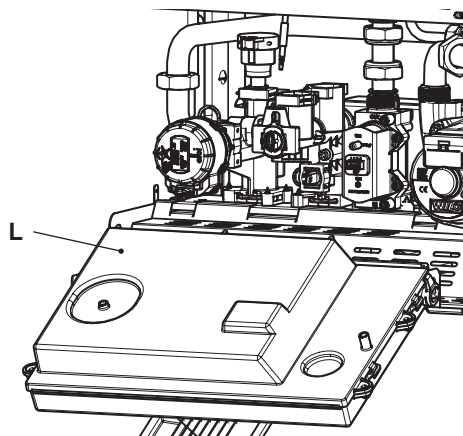

Figura 5.20
- Individuare il coperchio copri morsettiera L (Figura 5.20) rimuovere le viti di tenuta ed aprirlo.